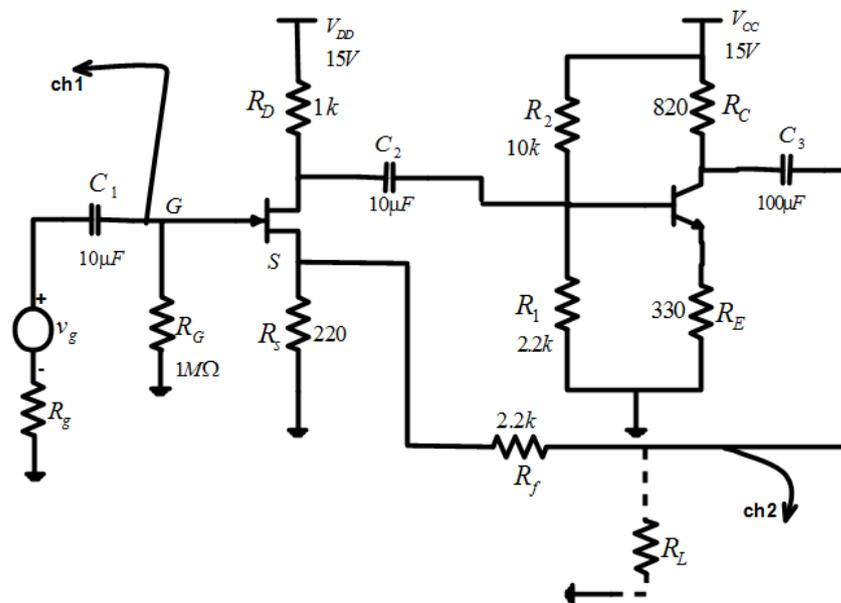

Fig.22 : Amplificateur à réaction
- Réaliser le montage à réaction de la figure 22 :